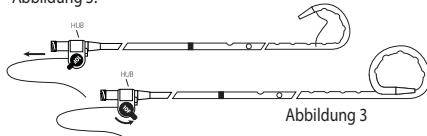

Abbildung 3
- Ziehen Sie am Faden, bis das Pigtail-Ende wunschgemäß geformt ist. Den Faden nicht zu fest anziehen, da ein übermäßiger Zug auf das Pigtail-Ende den Katheter beschädigen könnte. Drehen Sie die Fadenfixierung nach distal, um den Faden zu fixieren. Siehe Abbildung 3.